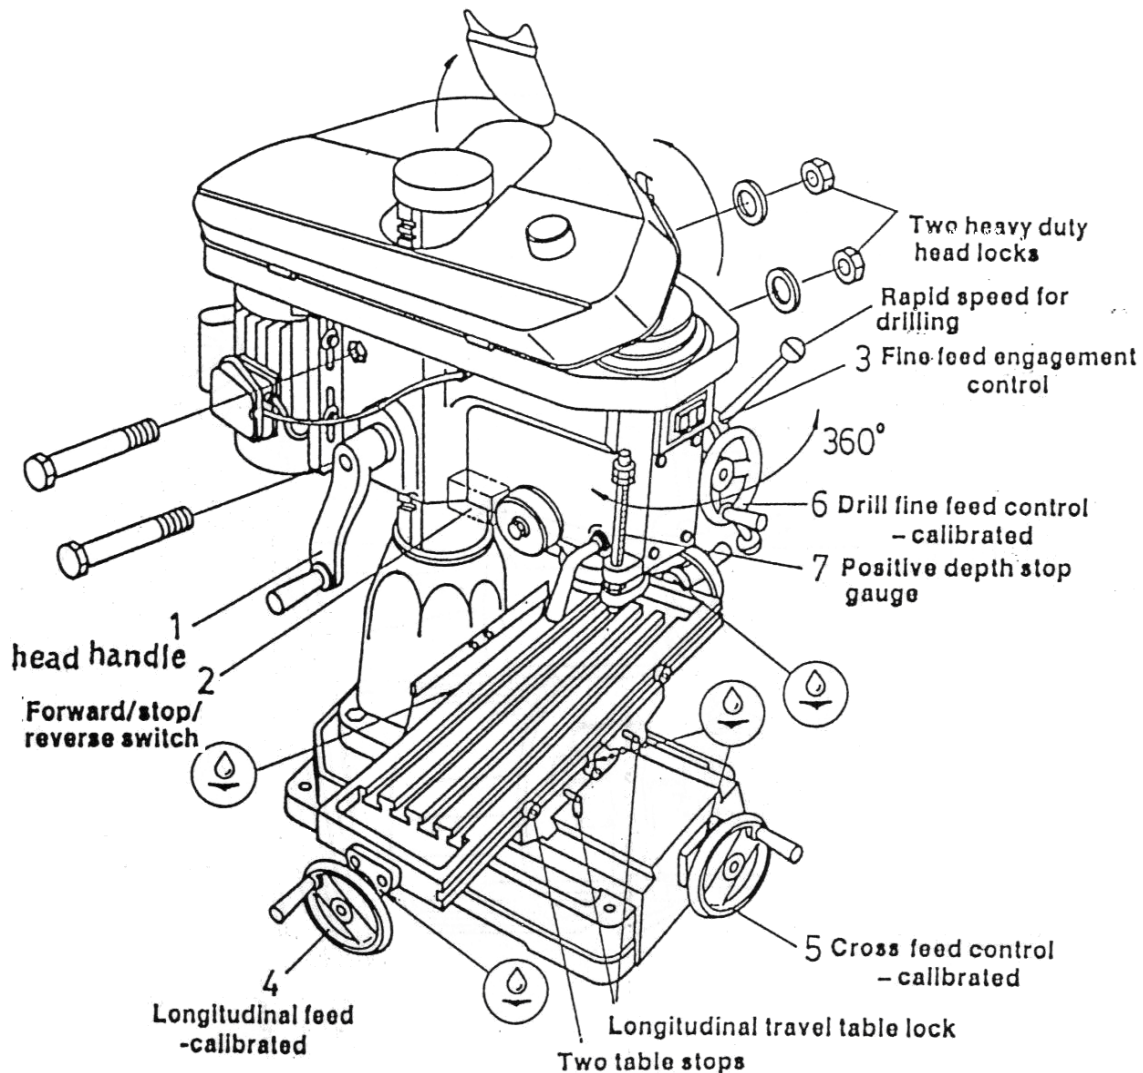

Fig. 1
- a) Pour monter ou pour descendre la tête, desserrez les deux écrous à haute performance de la tête comme indiqué en fig. 1. Utilisez le levier de droite pour faire monter ou descendre la tête sur son mécanisme de transmission par engrenages. Lorsque la hauteur désirée est atteinte, resserrez les écrous afin d'éviter toutes vibrations.